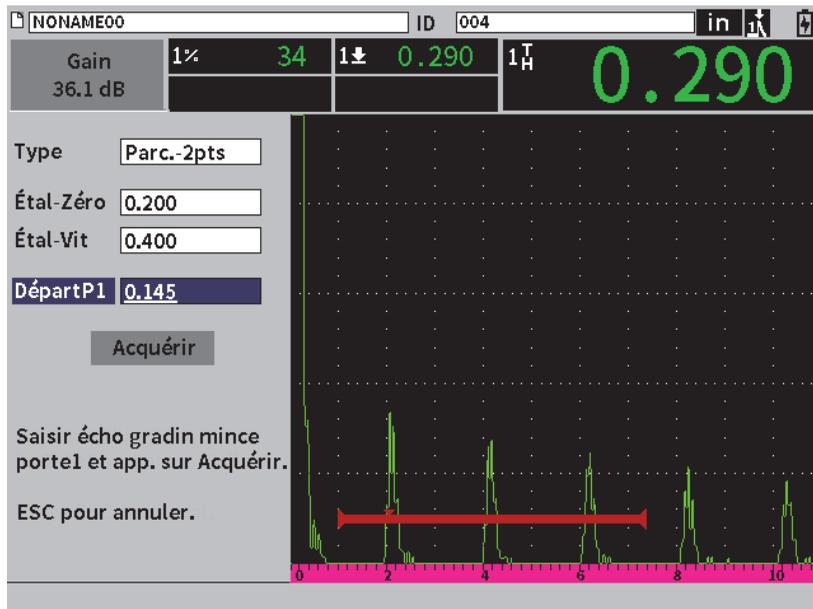

Figure 8-3 Étalonnage – Configuration initiale de la boîte de dialogue
3. Dans le menu de configuration, cliquez sur l'icône d'**étalonnage** () pour ouvrir la boîte de dialogue de l'étalonnage (voir Figure 8-3 à la page 117).